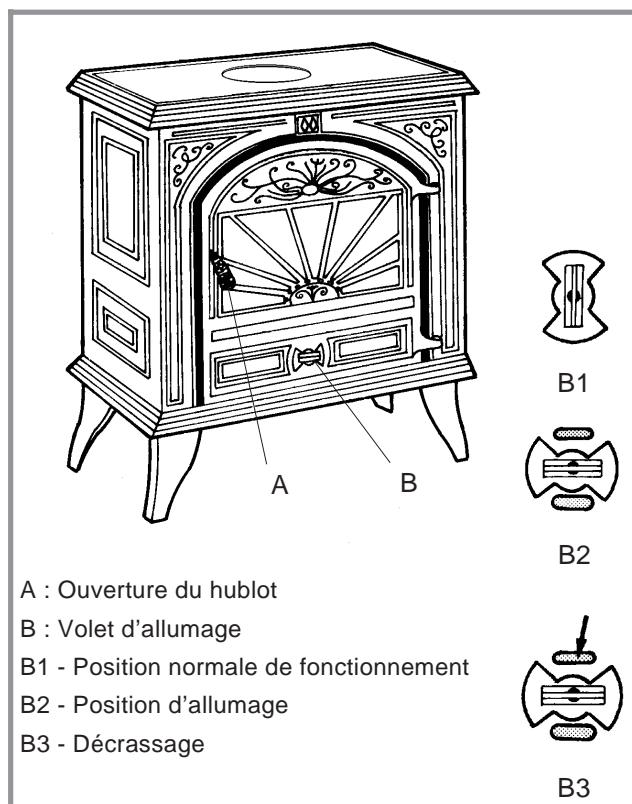

Fig. 9 - Organes de manœuvre
- Insérer le tisonnier dans l'ouverture du haut (fig. 9 - B3)